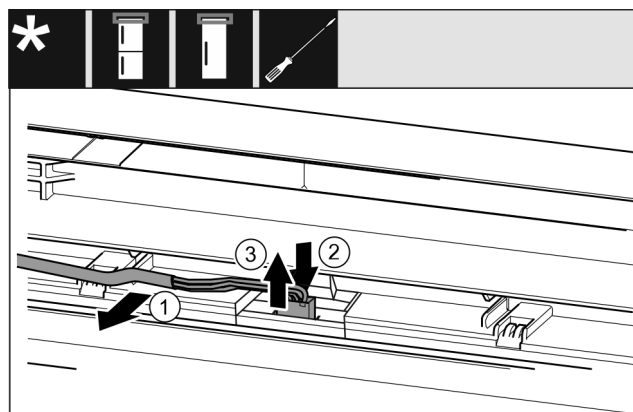

Fig. 20 Комбинация из холодильных и морозильных агрегатов / морозильные агрегаты / холодильные агрегаты
- Осторожно высвободите кабель Fig. 20 (1) из направляющей в двери.
- Вдавите назад накладку Fig. 20 (2) за штекером.
- Осторожно вытяните штекер Fig. 20 (3) вверх.